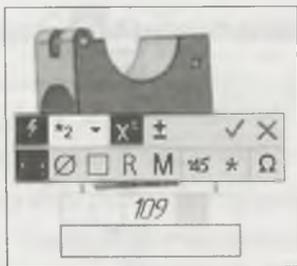

Рис. 28.2. Панели для изменения размеров
- ◆ если необходимо изменить числовое значение, дважды щелкните ЛК мыши по размеру в окне модели. Появилась панель установки значения размера как при вводе размера в чертеже (рис. 28.2). С помощью элементов управления этого окна введите необходимые изменения и нажмите кнопку **ОК**;
размера выбранного объекта можно изменить. Для этого дважды щелкните ЛК мыши по размерной надписи. На экране появится диалоговое окно установки значения размера (см. рис. 28.2).